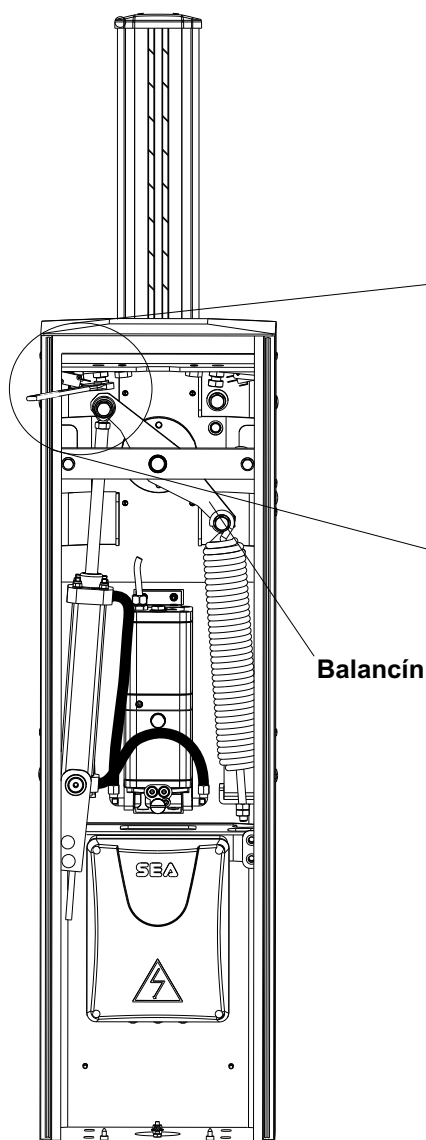

Fig.13
- Desbloquear los tornillos del fin de carrera desatornillando los dados de cerraje estrechos sobre los stop mecanicos (Fig. 13).
- Aflojar o apretar los tornillos de final de carrera para que el mástil se detenga en posición perfectamente vertical en abertura, y en posición perfectamente horizontal en cierre (Fig. 13).